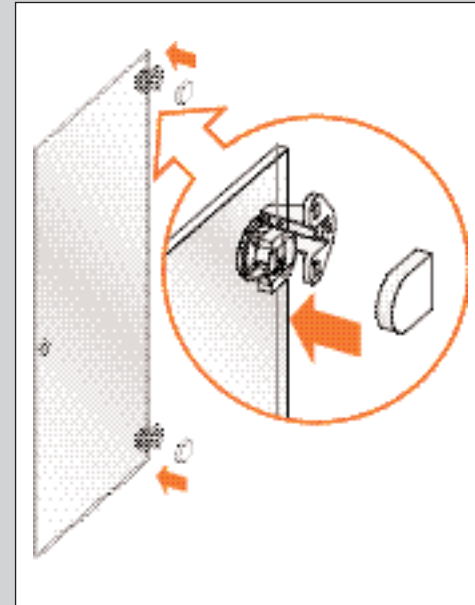

ABBILDUNG 25
7. Setzen Sie die metallfarbene Abdeckkappe auf das Scharnier (siehe Abb. 25).